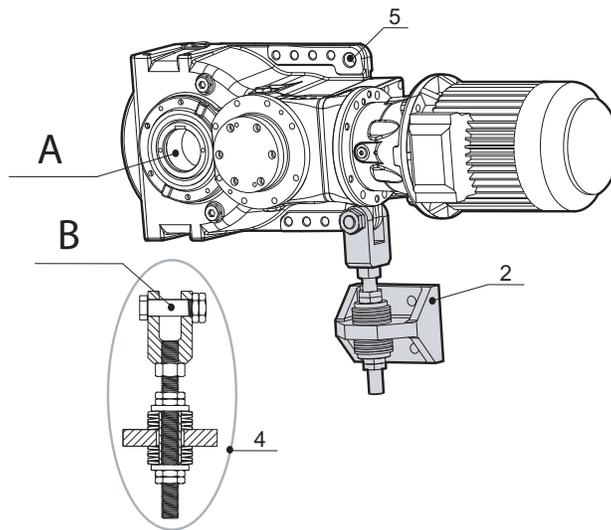

Fig. 9
Attrezzare il tirante di reazione con i particolari stabiliti in sede di progetto (molle a tazza, tamponi elastici, ecc.) (pos. 4). Ancorare il tirante di reazione alla struttura della macchina (pos. 2) e serrare con viti di fissaggio (classe minima raccomandata 8.8) applicando una coppia di serraggio come da Tabella 4: Coppie di serraggio (pag. 19) (vedi Fig. 9 (pag. 22)).